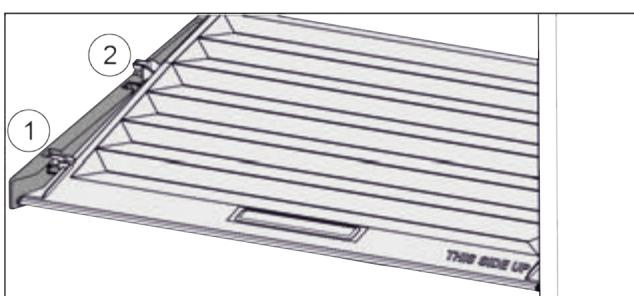

Fig. 85
- Кришку до отвору в деталях для підтримки потягнути вперед Fig. 85 (1).
- Підняти ззаду знізу та вийняти Fig. 85 (2) вгору.